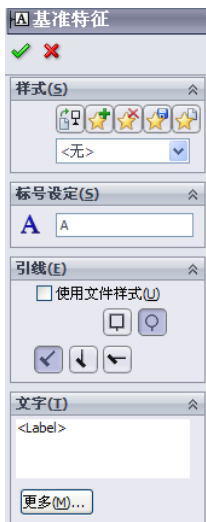

图 12-46 “基准特征”属性管理器
- (1) 单击“注解”工具栏中的 （基准特征符号）按钮，或选择菜单栏中的“插入”→“注解”→“基准特征符号”命令。
- (2) 在弹出的“基准特征”属性管理器中设置属性，如图 12-46 所示。
- (3) 在图形区中单击，以放置符号。
- (4) 可以不关闭对话框，设置多个基准特征符号到图形上。
- (5) 单击 （确定）按钮，完成基准特征符号的标注。